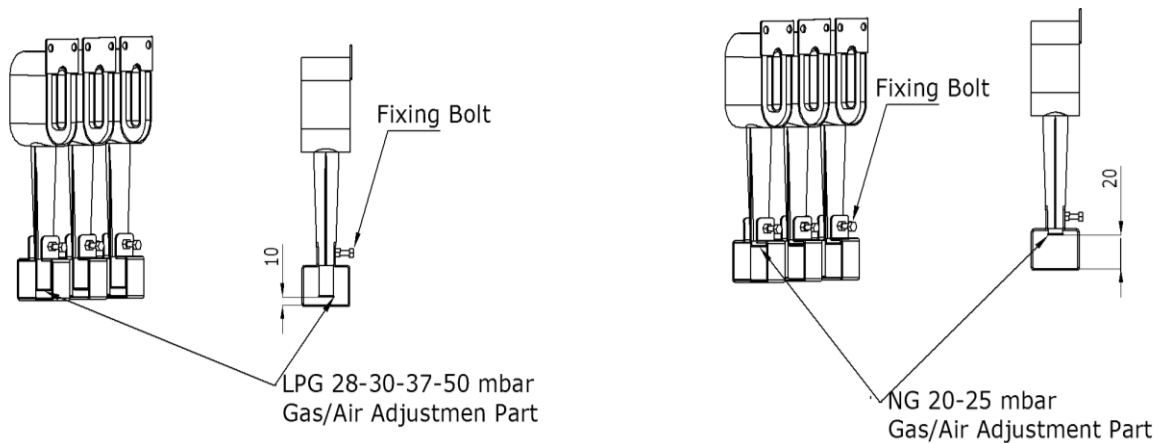

Figure 1
2. Remplacez l'injecteur (3) par un nouvel adapté au type de gaz.
3. Réglez la flamme pilote (1) en tournant l'écrou de boulon (2).
- L'espace de réglage du venturi (tube gaz/air) doit être de 10 mm pour le type de gaz GPL, de 20 mm pour le type de gaz GN. (Fig. 1)